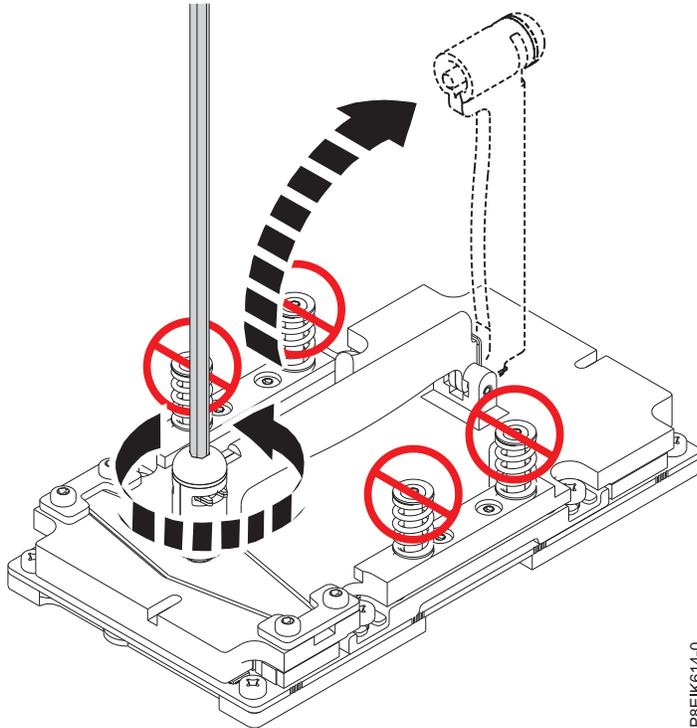

図 78. 冷却プレート保持器具の開放
- b. 冷却プレート保持器具のねじを緩めて、保持器具を開きます (68 ページの図 78 を参照)。